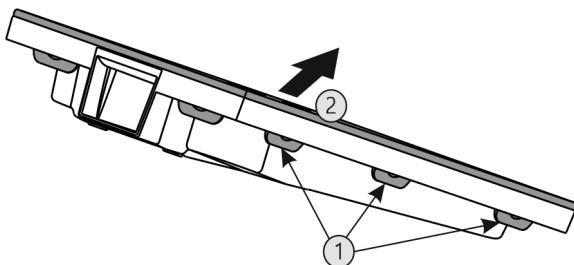

Fig. 52
- ▶ Vse spone Fig. 52 (1) pritisnite drugo za drugo in odstranite pokrov Fig. 52 (2).